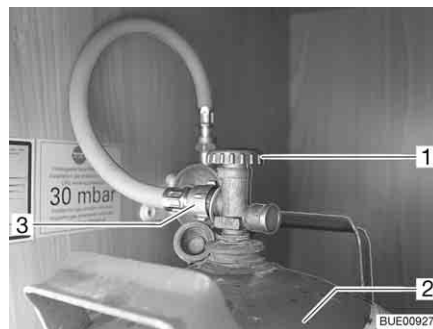

Bild 146 Gaskasten
- Haupt-Absperrventil (Bild 146,1) an der Gasflasche (Bild 146,2) schließen. Pfeilrichtung beachten.
- Gasschlauch (Bild 146,3) von Hand von der Gasflasche abschrauben (Linksgewinde).